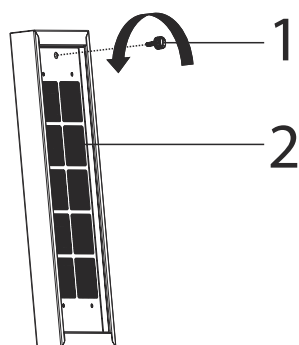

Abb. 43
3. ➔ Aktivkohlefilter Verbindungsschraube (Abb. 43/1) in Pfeilrichtung abschrauben.